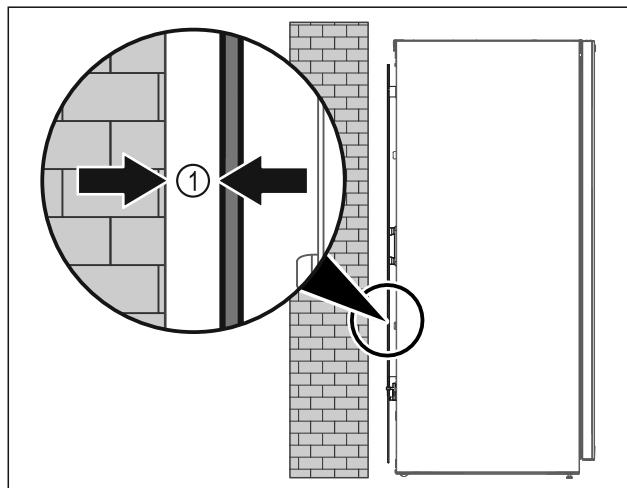

Fig. 5
- Prietaisą galima statyti arba laisvai patalpoje, arba prie pat sienos min. 5 mm Fig. 5 (1) atstumu.